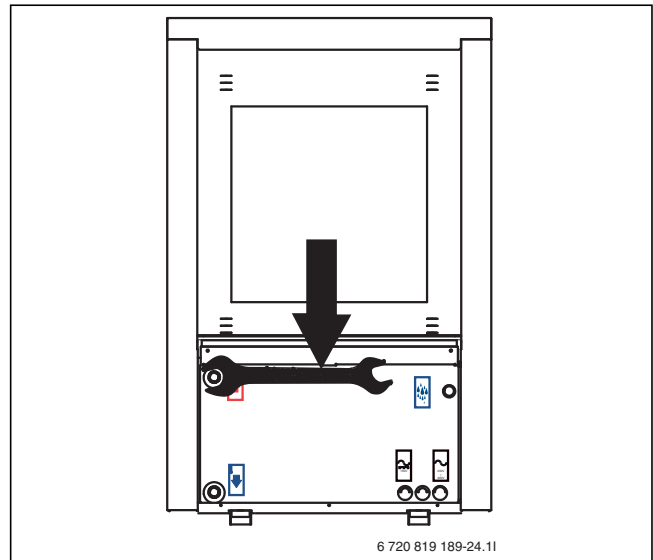

Bild 33 Wärmepumpenanschlüsse. Anziehen.
- Anschlüsse der Primärkreisrohre mit einem Anzugsmoment von 120 Nm anziehen. Die Kraft nach unten richten (siehe Abb. 33) um eine seitliche Belastung des Kondensators zu vermeiden.